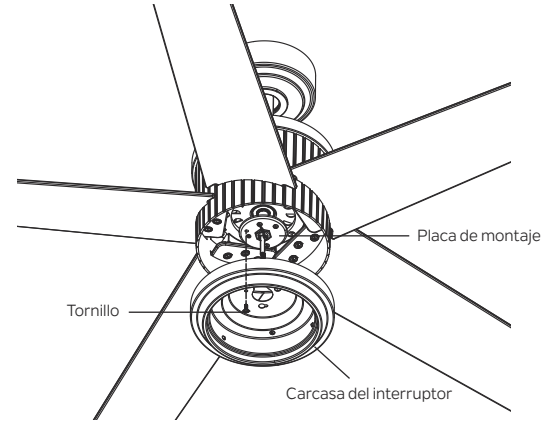

Figura 19
**Paso 1.** Retire el tornillo marcado con una etiqueta de punto que está preinstalado en la placa de montaje y guárdelo para su uso posterior. Afloje los otros dos (no los quite). Coloque los dos orificios de la ranura en la carcasa del interruptor sobre los 2 tornillos que aflojó previamente de la placa de montaje. Gire la carcasa del interruptor hasta que encaje en su lugar en el extremo estrecho de los orificios de llave. Fije apretando los 2 tornillos previamente aflojados y el que quitó previamente. (Figura 19)